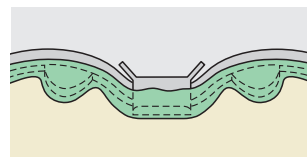
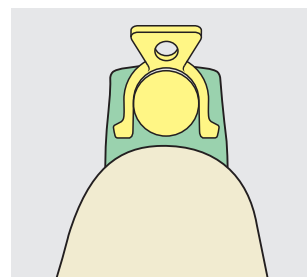

Fig. 5
Fig. 6
Appliquer ensuite un matériau de comblement sur et autour des éléments d'ancrage ainsi qu'au niveau gingival de la barre et des cavaliers (fig. 5). S'assurer que les lamelles des cavaliers soient bien comblées (fig. 6) pour que le jeu élastique soit conservé lors de l'insertion et la désinsertion. Placer éventuellement un renfort coulé au-dessus des cavaliers et réaliser les travaux de résine selon les directives techniques habituelles.
4. Comblé les zones rétentes (fig. 5)
6. Comblé les zones rétentes de la barre ainsi que les lamelles des cavaliers (fig. 5 et 6)